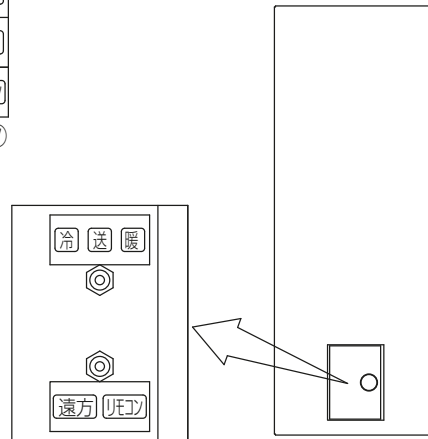

図7
- (2) 本スイッチをご使用になる場合は、付属の運転モードを表す表示名板⑦の貼付けを行ってください。
貼付ける表示名板⑦および貼付け方向は接続する室内ユニットによって異なります。図7を参照してください。